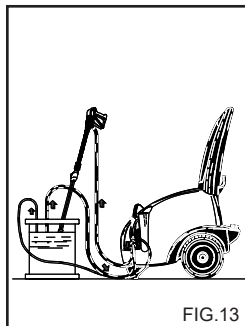

FIG. 13
**OPERATIONS POUR L'UTILISATION DE L'ANTIGEL (fig. 13).**